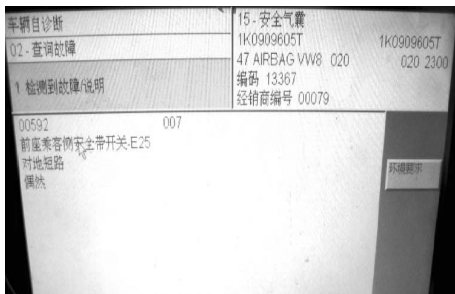

图 4-127 读取故障码
1) 用 VAS5052 读取故障码，如图 4-127 所示，显示 00592，前座乘客侧安全带开关 E25 对地短路，偶然。